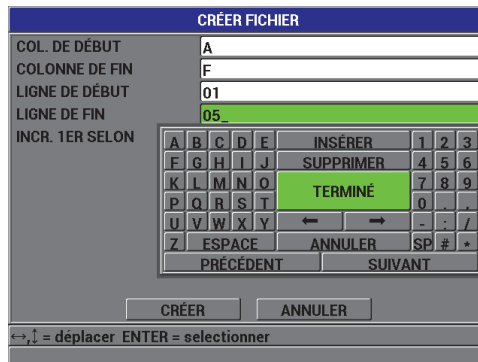

Figure 7-7 Configuration de la plage des identificateurs d'un fichier de données de type grille 2D
6. Sur la deuxième page de l'écran **CRÉER FICHIER** (voir la Figure 7-7 à la page 134) :